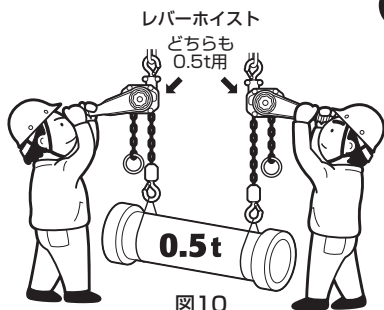

図10
- (31) 共吊りする場合は、それぞれの1台のレバーホイストで、その荷をつるる定格荷重のものを使用してください。図10
- (32) 本体・ロードチェーンに砂などがたい積しないように常に清掃してください。
- (33) 作業に対し揚程が十分であることを確認してください。
- (34) ロードチェーンに油が付いているか確認してください。